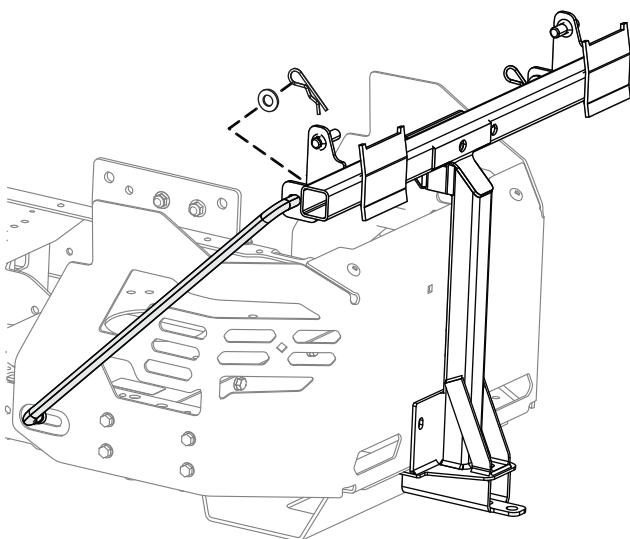

Figure 17
7. Placez l'extrémité évasée et coudée d'une tige dans le trou à détrompeur sur le côté gauche du cadre de la machine, et déplacez la tige vers l'arrière pour l'enclencher dans le cadre (Figure 17).